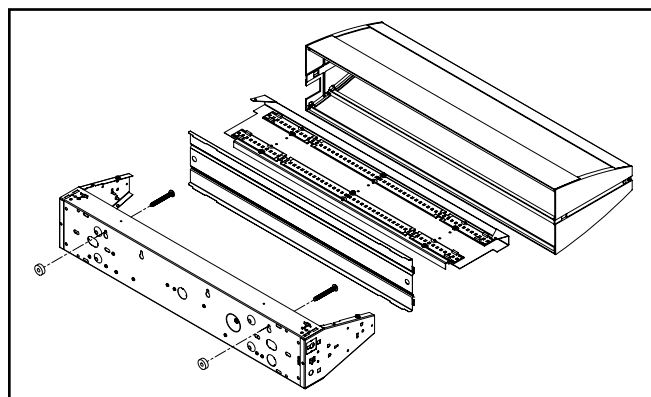

Figure 4. Assemblage général
1. Assemblage général (Figure 4).